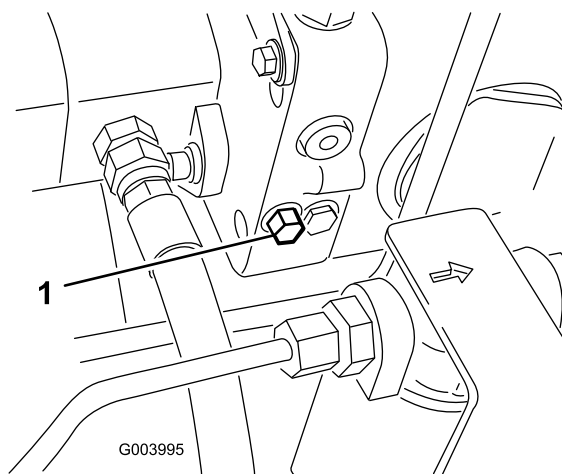

Figure 43
1. La vanne de dérivation est située du côté gauche de l'hydrostat (Figure 43). Tournez le boulon une fois et demie pour ouvrir la vanne et permettre la dérivation interne de l'huile. Il est alors possible de déplacer la machine lentement sans endommager la transmission.